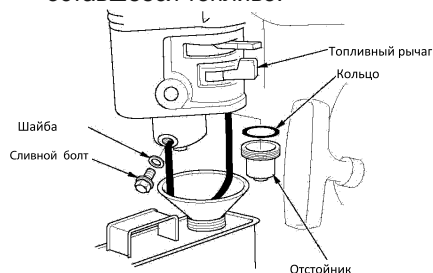

Рис.28 Слив топлива из карбюратора
1. Слейте или выработайте топливо в баке. Поместите подходящую емкость для топлива под карбюратор, и используйте воронку, чтобы избежать утечки топлива (Рис.28).